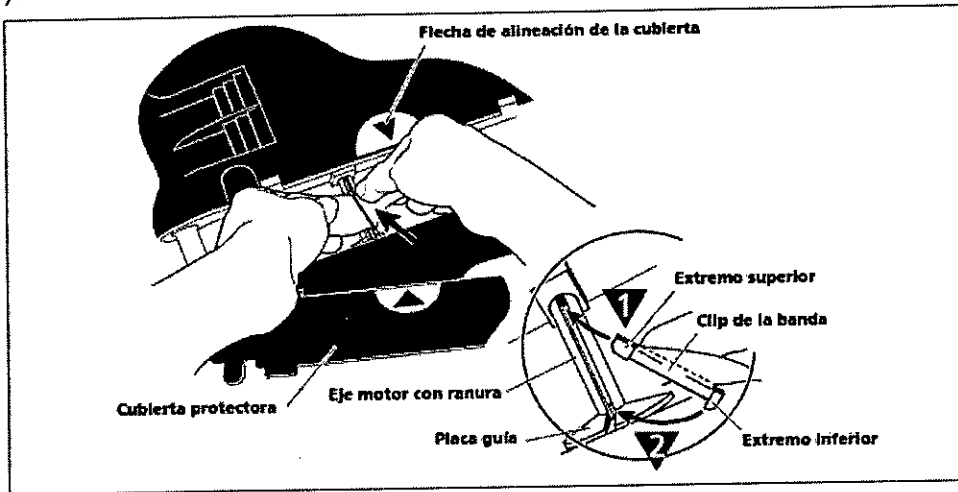

Figura 2-1 Deslizamiento del clip de la banda en la ranura del eje motor
3. **1** Introduzca el extremo superior del clip de la banda en la ranura del eje motor. La dirección correcta es hacia la flecha de alineación de la cubierta que muestra la plataforma (consulte la Figura 2-1).